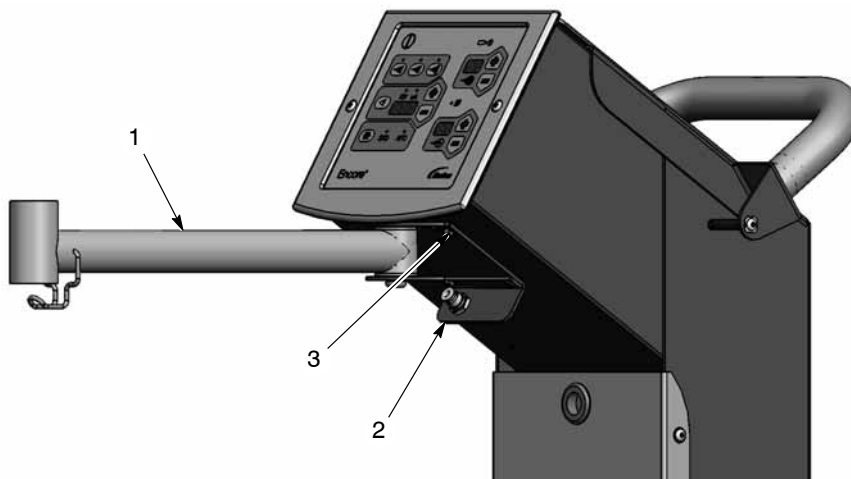

Bild 3-5 Installation av sugrörsarm
2. Se bild 3-5. Montera sugrörsarmen så som visas, med de fyra M5 x 10 skruvarna med brickor (3).